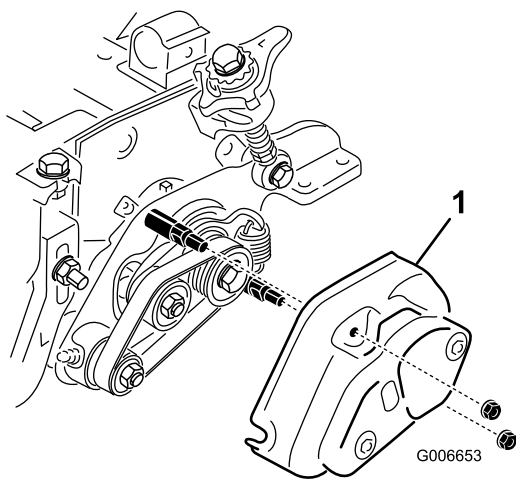

Figura 51
8. Asegúrese de que las tuercas de las cubiertas del acondicionador y del cepillo del rodillo (Figura 51) no están demasiado apretadas.